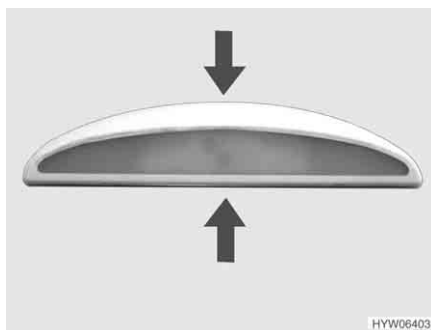

Fig. 130 Luce tenda veranda
- Comprimere leggermente gli involucri (Fig. 130) e sfilarli in avanti.